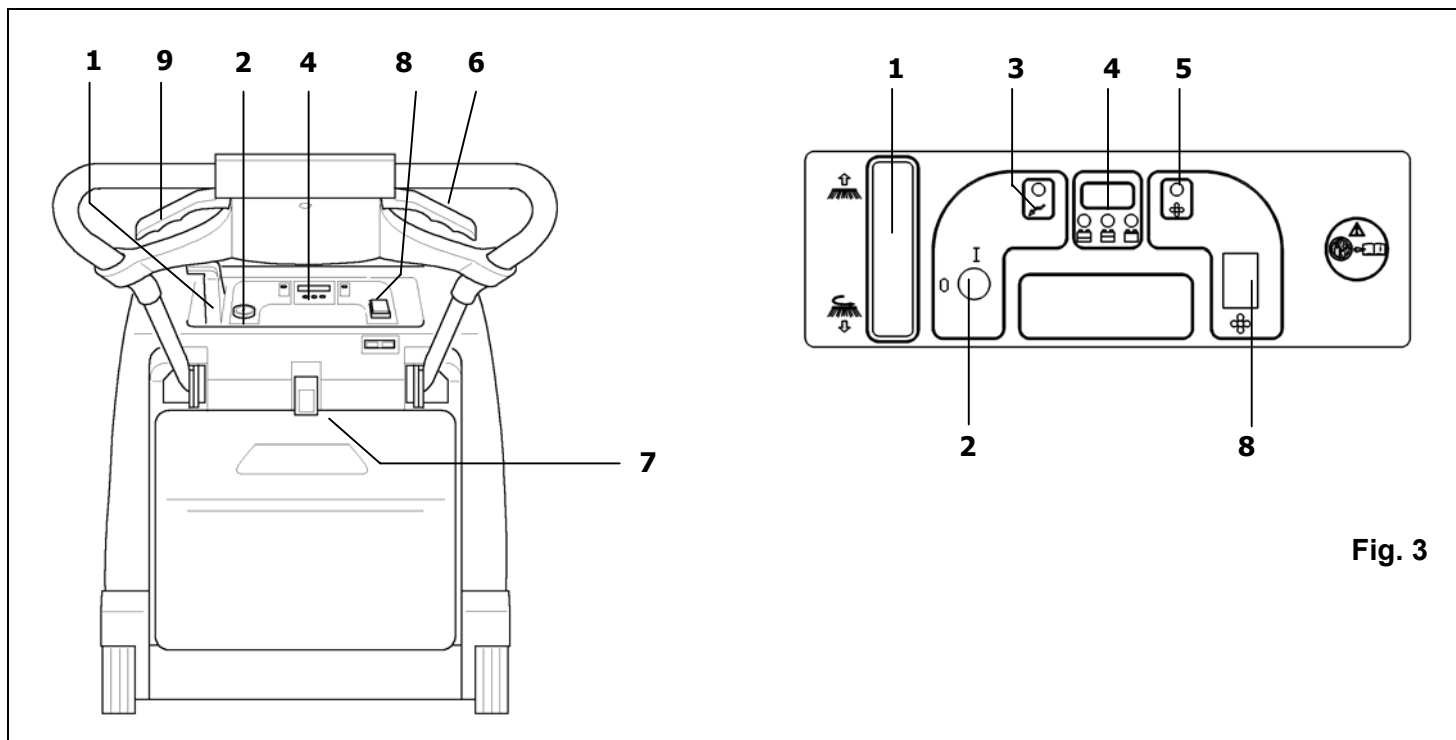

Fig. 3
- Coloque la palanca que levanta el cepillo (**pos. 1 Fig. 3**) en posición **OFF**.
- Controle que el cepillo lateral **pos. 1 Fig 3** esté en posición **0**.
- Coloque en posición I el interruptor pos. 2 Fig. 3. Espere unos 10" antes de accionar la máquina.
- Controle con el indicador **pos. 4 Fig. 3** que la batería esté completamente cargada antes de comenzar a trabajar; por el contrario, ponga a cargar la batería.
Tire de la palanca de tracción **pos. 6 Fig. 3** y comience a limpiar
Si es necesario, accione la palanca **pos. 1 Fig. 3** colocándola en **posición I** para activar el cepillo lateral. Al concluir el trabajo coloque, si la utilizó, la palanca del cepillo lateral en la **posición 0**. Apague la máquina y quite las llaves del tablero de mandos.
La duración de la carga de la batería depende del mantenimiento ordinario y del nivel de descarga. No permita que la carga de la batería se sitúe por debajo del límite que muestran los indicadores en **pos.4 Fig.3**. Cuando haya alcanzado el nivel máximo de descarga, la máquina se detendrá y tendrá que cargarla antes de utilizarla de nuevo.